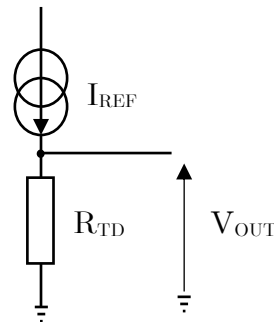
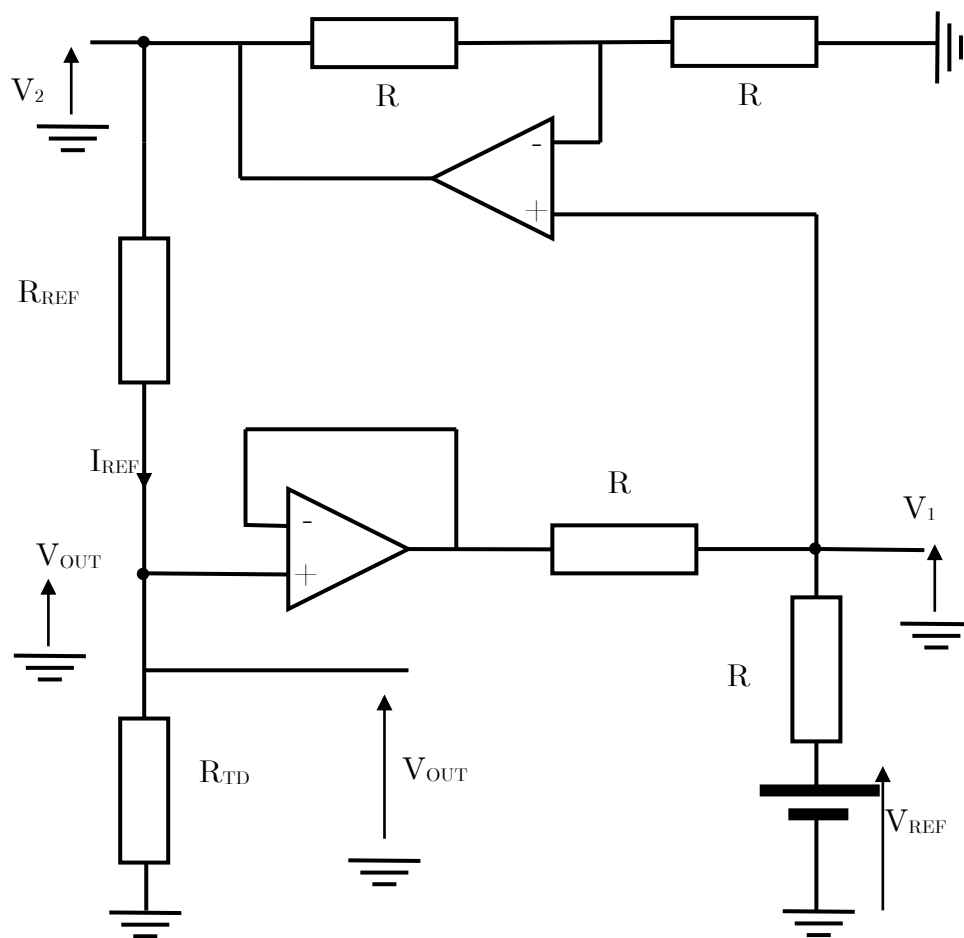

Figure 2 : Schéma de principe du circuit électronique de conditionnement pour un capteur de température de type PT100.
Figure 3 : Schéma complet du circuit de conditionnement.
L'électronique de conditionnement de ce capteur consiste à élaborer une tension proportionnelle à la résistance R_{TD} , qui sera par la suite numérisée et traité par un microcontrôleur. Le schéma de principe du circuit électronique de conditionnement est présenté sur la figure 2, la tension $V_{OUT} = R_{TD} \times I_{REF}$. La tension V_{OUT} est par la suite numérisée.
Ce TP porte dans un premier temps sur la réalisation de la source de courant avec des amplificateurs opérationnels. On considère dans un premier temps que tous les amplificateurs opérationnels sont idéaux. Le schéma complet est donné par la figure 3.
Q1/ A partir de la figure 3, établir la relation entre V_1 et V_{OUT} .
Q3/ Justifier pourquoi, lors de l'assemblage des schémas des figures 3 et 4 pour obtenir le schéma de la figure 2, on peut conserver les relations établies aux questions 1 et 2.
- le courant I_1 est nul (AOA idéal) \Rightarrow le montage de la figure 3 se comporte donc comme à vide.
Q4/ A partir de la figure 2, Etablir l'expression du courant I_{REF} , puis finalement l'expression de V_{OUT} en fonction de V_{REF} , R_{REF} et R_{TD} .